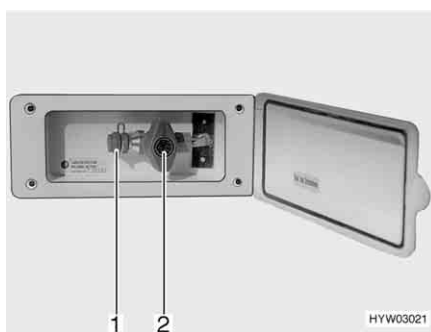

Fig. 85 Presa gas esterna (rubinetto di arresto del gas chiuso)
La presa gas esterna si trova (Fig. 85) sul lato anteriore destro vicino al vano portabombole.
- Collegare l'apparecchio a gas esterno all'attacco (Fig. 85,1).
- Aprire il rubinetto di arresto del gas (Fig. 85,2).